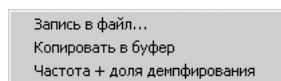

Рис. 2.111. Контекстное меню на списке корней
- щелкните правой кнопкой на списке корней. Появится контекстное меню, изображенное на рис. 2.111;